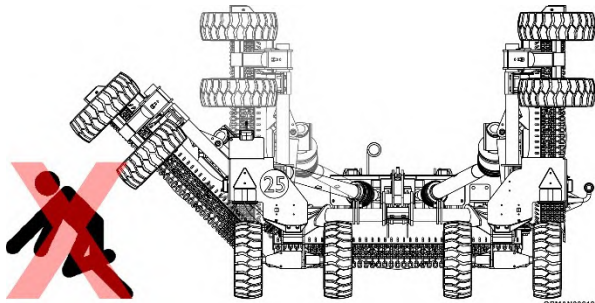

Figure 5.64
5.6.3.1 Dégagez la zone de tout personnel avant d'abaisser les ailes ; voir la Figure 5.64.